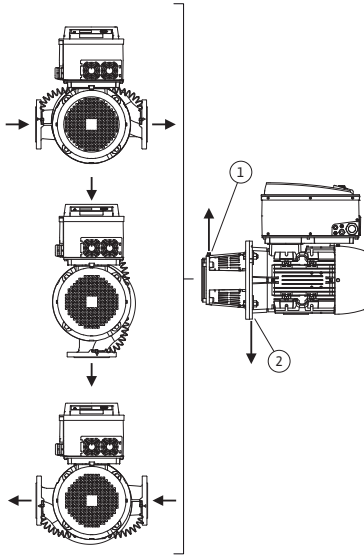
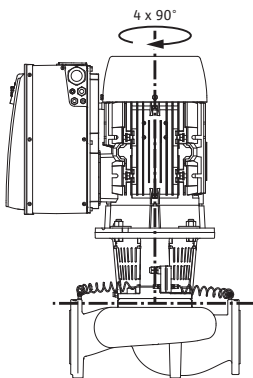

Fig. 18: Tilladte installationspositioner med horisontal motoraksel
Fig. 19: Tilladte installationspositioner med vertikal motoraksel
De tilladte installationspositioner med horisontal motoraksel og elektronikmodul, der vender opad (0°), er vist i fig. 18. De tilladte installationspositioner med elektronikmodul monteret på siden (+/- 90°) er ikke afbildet. Enhver installationsposition undtagen "elektronikmodul nedad" (- 180°) er tilladt. Udluftningen af pumpen er kun sikret, hvis udluftningsventilen peger opad (fig. 18, pos. 1).
Kun i denne position (0°) kan opstået kondensat bortledes målrettet via eksisterende borer, pumpeplanterne samt motor (fig. 18, pos. 2). Fjern proppen på motorflangen.
De tilladte installationspositioner med vertikal motoraksel er vist i fig. 19. Enhver installationsposition undtagen "motor nedad" er tilladt.
- Udluftningsventilen på lanternen (fig. 6, pos. 1.31) skal ved horisontal motoraksel altid pege opad (fig. 1). Ved vertikal motoraksel kan den pege i alle retninger. Se i den forbindelse Fig. 18: „Tilladte installationspositioner med horisontal motoraksel“ på side 212 eller Fig. 19: „Tilladte installationspositioner med vertikal motoraksel“ på side 212.